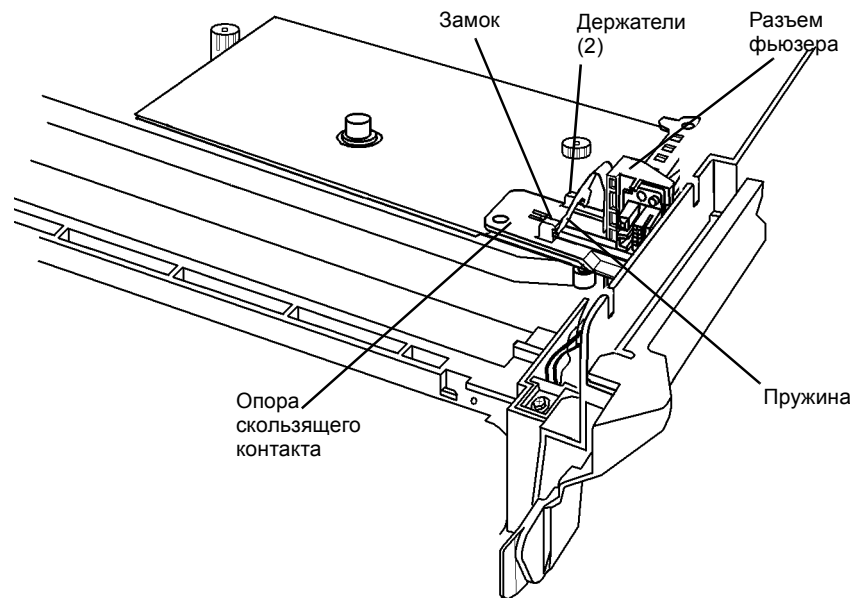

Рисунок 2 Снятие разъема фьюзера
9. Снимите разъем фьюзера с опоры скользящего контакта. (Рисунок 2).